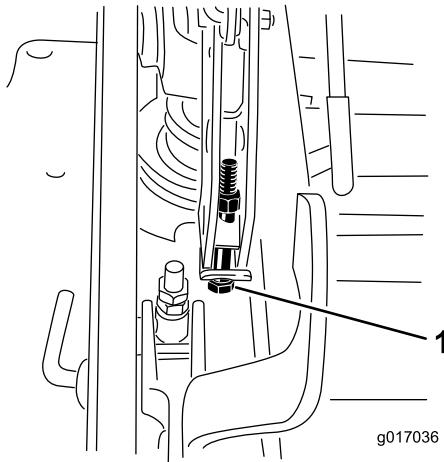

図 75
13. デッキが低すぎる場合には、シングルポイント調整ボルトを右に回して締める。デッキが高すぎる場合には、シングルポイント調整ボルトを左に回してゆるめる図 75。